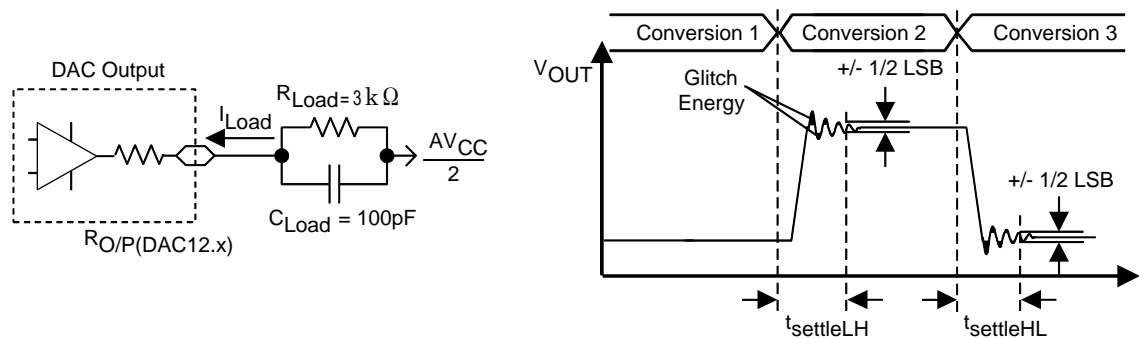

図 16. セトリング時間及びグリッチ・エネルギー測定回路
12 ビット DAC 動特性 (VREF, DAC12 = AVCC, DAC12IR = 1、図 16、17 参照)
- (注 1) 図 16 の RLoad 及び CLoad は、AVSS (AVCC/2 ではなく) に接続します。